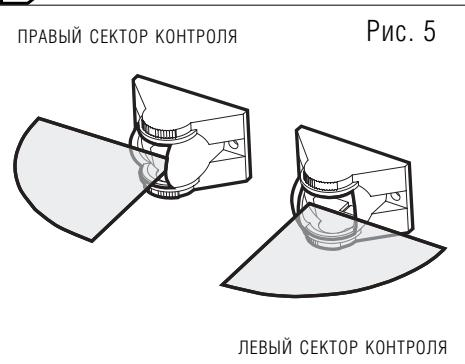

Рис. 5
1. Выбрать сектор контроля извещателя (рис. 5), разметить отверстия под крепеж, при необходимости вскрыть канал для провода, собрать кронштейн (рис. 6).